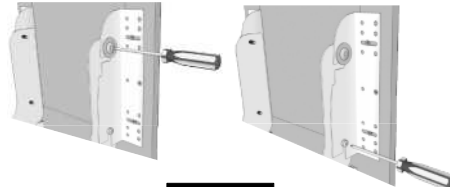

fig. 7
Paso 9: Monte la puerta con los soportes instalados en los tornillos de montaje en las placas del producto. Apriete bien los tornillos de la parte inferior. Apriete los tornillos superiores (con las arandelas) pero de modo que le permite realizar ajustes más adelante. (Ver la ilustración 7)
Step 9. Hang door with brackets attached on the mounting screws on the product member. Tighten bottom screws securely. Tighten top screws (with washer) snugly allowing for future adjustment. (See figure 7)